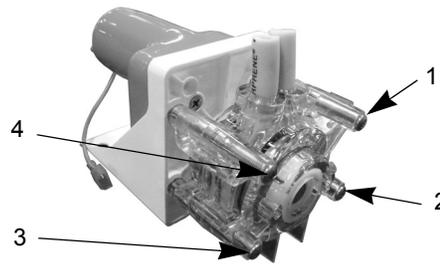

Figura 15. Tornillos en el cuerpo de la bomba
2. Afloje y retire los cuatro tornillos del cuerpo de la bomba (véase la Figura 15).
7. Sosteniendo las mitades de la bomba con su mano, reinserte los cuatro tornillos de mariposa (véase la Figura 15) y apriételos utilizando un patrón cruzado tal como se muestra. Los tornillos de mariposa deberán apretarse a 1/4 de vuelta más allá del ajuste apropiado.